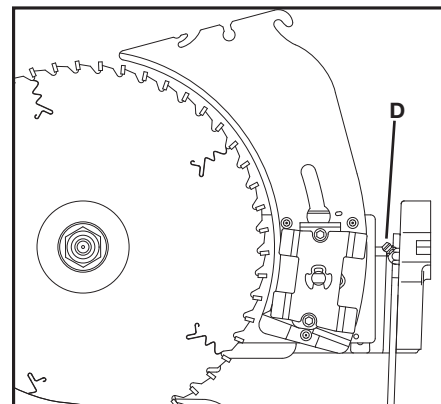

FIG. 82
ACCESORIOS DE GRASA DEL SOPORTE GIRATORIO: Engrase el soporte giratorio en los dos accesorios (se muestra uno en (D), Fig. 82) según sea necesario con grasa a base de litio.